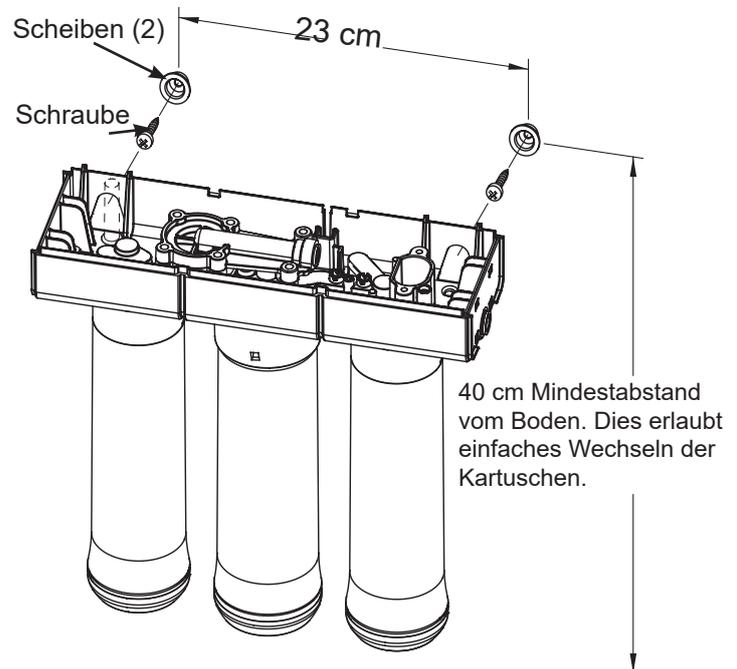

ABB. 10
Siehe Abb. 10. Dies erlaubt ein Abheben der Filter-Baugruppe von den Scheiben, ohne dass das ganze System abgebaut werden muss. Bei der Vorbereitung der Installation ist genügend Raum für einfachen Austausch der Filterkartuschen zu lassen.
2. Die Montageöffnungen auf der Rückwand der Einheit auffinden. Siehe Abb. 10.
3. Die Einheit gegen die Wand drücken und die Stellen zum Anbringen der Scheiben markieren. Siehe Abb. 10. Die Einheit hinreichend hoch montieren, um genügend Raum für einfaches Austauschen der Kartuschen ohne Abbau der ganzen Einheit von der Wand zu ermöglichen.